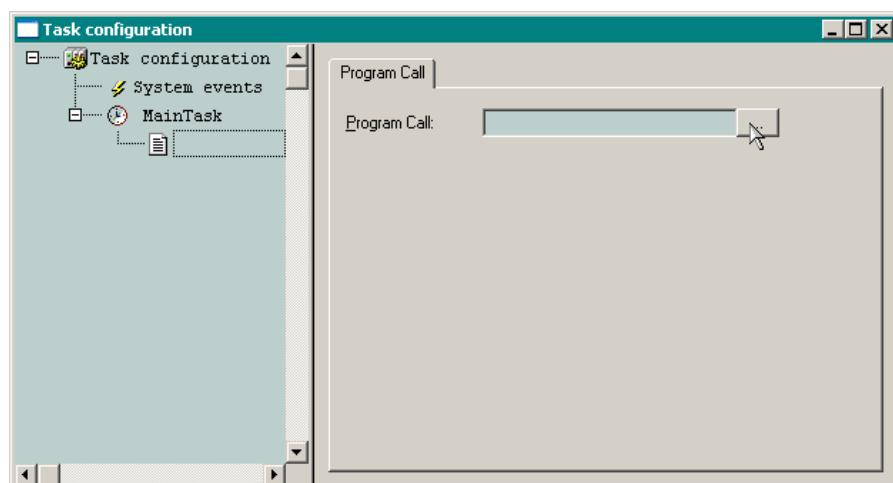

Рис. 10. Окно ресурса Tasks Configuration после выполнения команды Append Program Call в контекстном меню задачи
3. В поле **Name** вкладки **Task Attributes** введите имя задачи *MainTask*, а в поле **Properties:Interval** (e.g. *t#200ms*) – требуемый период цикла *T#10ms*, после чего щелкните правой кнопкой мыши над элементом *NewTask* в древовидном списке задач и выберите команду **Append Program Call** в появившемся контекстном меню. Имя элемента *NewTask* в древовидном списке изменится на *MainTask*, и под ней появится подчиненный элемент, представляющий вызов программы из данной задачи. При этом вкладка в правой части окна **Tasks Configuration** будет иметь вид, как на рис. 10.